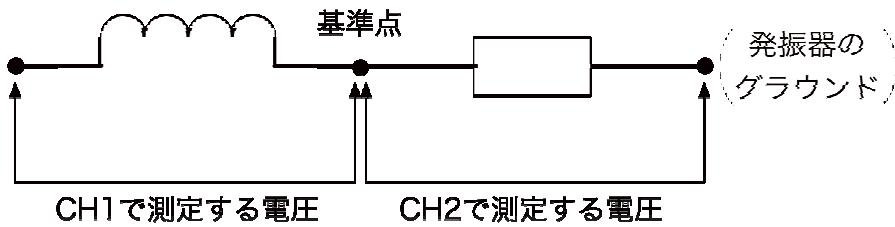

図 3－9 コイルと抵抗の直列回路
(1) 図 3－9 に示すようなコイル (100mH) と抵抗 (3.3kΩ) の直列回路を組む。ブレッドボードにコイルと抵抗の足を差し込む。この回路では、直列回路のコイル側に発振器出力をつなぎ、抵抗側にグラウンドをつないだことになる。